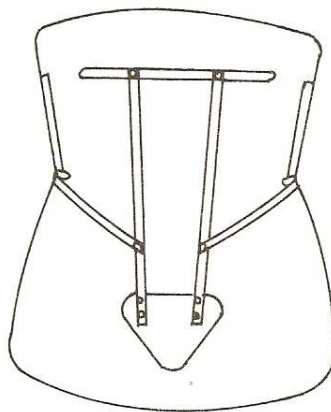

Figure 34 : CIVA ⁽⁴⁴⁾
- **Le CIVA** : cage semi-ouverte (Figure 34)